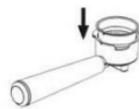

Рис. 2
- Вставьте один из фильтров для кофе (25) в держатель фильтра (4), совместив выступ на фильтре (25) с прорезью в держателе фильтра (4) и поверните фильтр (25) по/против часовой стрелки (рис. 2). Во время подготовки кофеварки к работе не засыпайте молотый кофе в фильтр (25).
- Установите держатель фильтра (4) в место установки и поверните ручку (3) вправо до упора.
- На решётку (2) установите подходящую по высоте и объёму чашку, не менее 300 - 400 мл.
- Ручкой регулировки угла наклона трубки капучинатора (13) направьте трубку капучинатора (14) в установленную чашку.
- Включите кофеварку, нажав кнопку включения/выключения (23) «», при этом прозвучит звуковой сигнал и на панели управления (5) загорятся и будут мигать все индикаторы режимов работы (16, 17, 18, 19, 20, 21, 22, 23). Когда индикаторы режимов работы (16, 17, 18, 19, 20, 21, 22, 23) перестанут мигать, предварительный нагрев завершён.
- Для промывки кофеварки включите режим очистки, нажав и удерживая в течение 5 секунд кнопку (22) «», при этом индикатор кнопки (22) «» будет быстро мигать, в установленную чашку будет подаваться горячая вода из ёмкости (11), после этого включится режим варки кофе и горячая вода будет наливать в чашку из держателя (4). Вы можете вылить из чашки воду и повторить процесс промывки кофеварки.